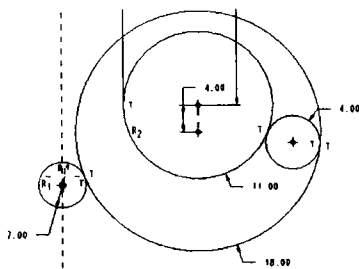

图 1-26 绘制圆
(12) 单击 按钮绘制圆, 并单击 按钮选择与接触的圆 (半径为 18) 相切, 将圆直径改为 7, 如图 1-26 所示。